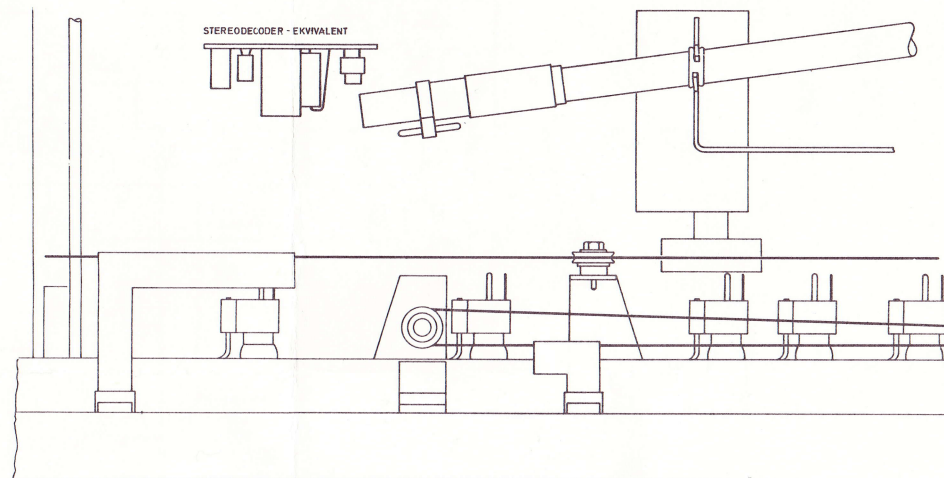

fig. 3
1. Trekk dekoderekvivalenten ut av kontakten (fig. 3).